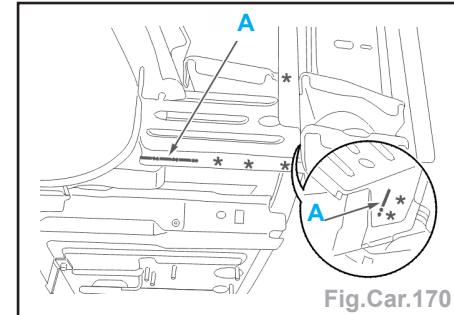

Fig.Car.170
- Découper par fraisage des points et à l'aide d'une meule épaisseur 6 mm (suivant A) (Fig.Car.170).